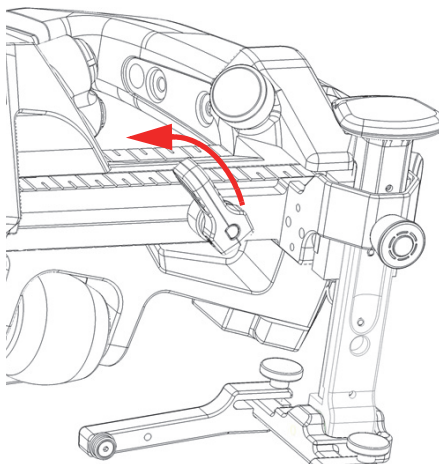

Рис. 2-9 Рычаг в разомкнутом положении
1. Поверните установочный рычаг против часовой стрелки, чтобы разблокировать крепление ПЭП (Рис. 2-9 на стр 45).